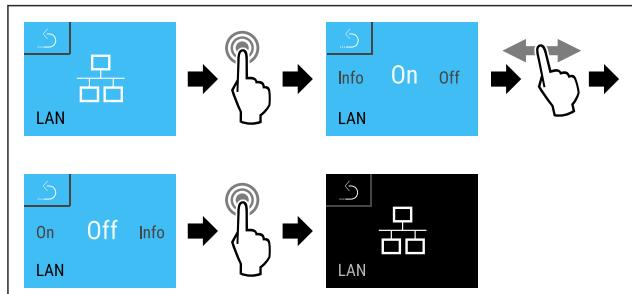

Fig. 128
- Seguir los pasos de procedimiento (consulte Fig. 128) .